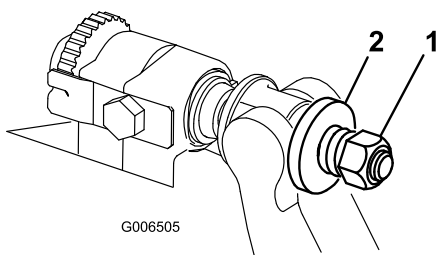

Figura 40
5. Serrate il dado di tensione della molla finché la molla non si schiaccia, quindi allentate di 1/2 giro (Figura 40).